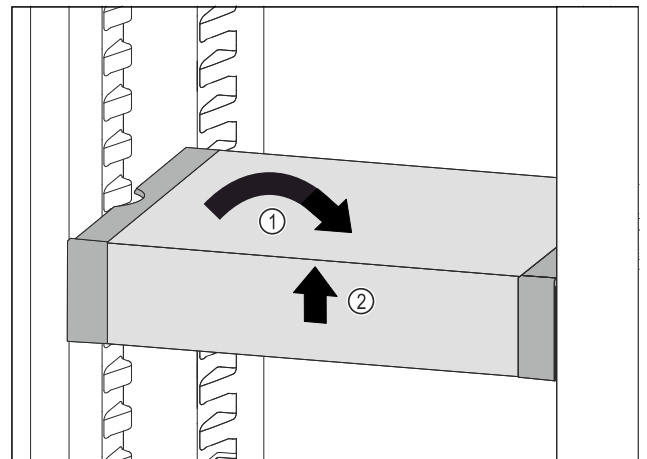

Fig. 198
- ▶ VarioSafe gerade stellen. Fig. 198 (1)
- ▶ VarioSafe vorne anheben. Fig. 198 (2)